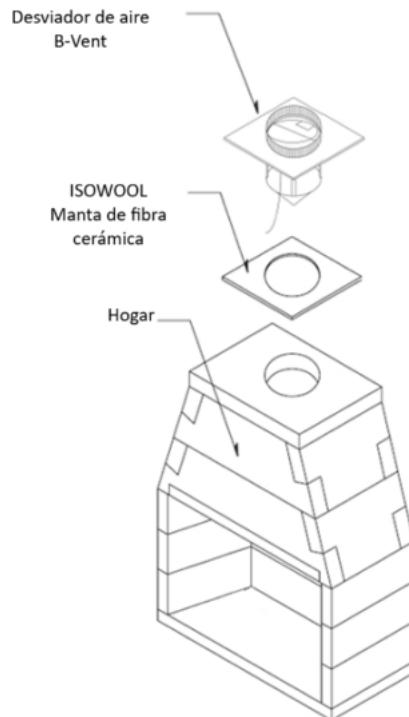

FIGURA 23
3. Asegure la placa de anclaje con cuatro (4) anclajes de mampostería (Figura 23). Si la placa de anclaje con compuerta está instalada, la compuerta debe oscilar libremente. Cuando se tira de la cadena hacia abajo, la compuerta debe cerrarse (posición horizontal). Cuando se suelta la cadena (sin peso en la cadena), la compuerta debe abrirse (posición vertical).